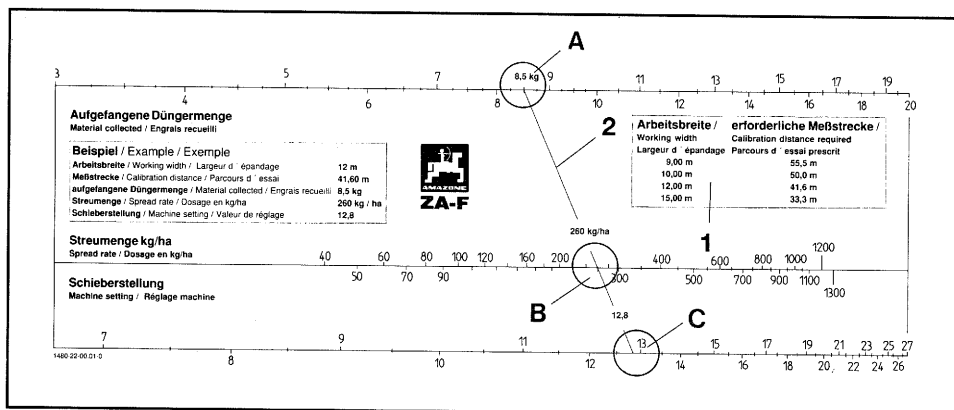

Fig. 7.9
- Op de tabel (7.9/1) van de Nomogram (fig.7.9) voor de gewenste werkbreedte (**12m**) de benodigde meetstrook (**41,6m**) nemen. De meetstrook op het land exakt uitmeten. Begin- en eindpunt van de meetstrook markeren op het land.